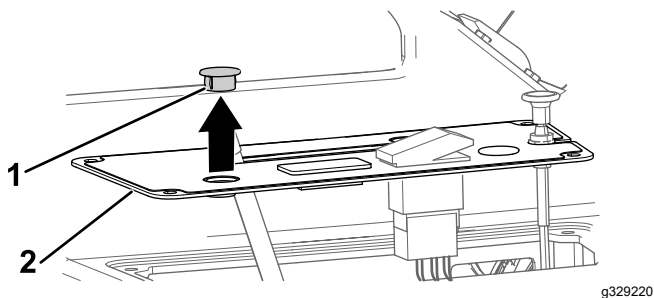

Figura 4
2. Scoateți dopul rotund de pe capacul panoului de comandă (Figura 4).